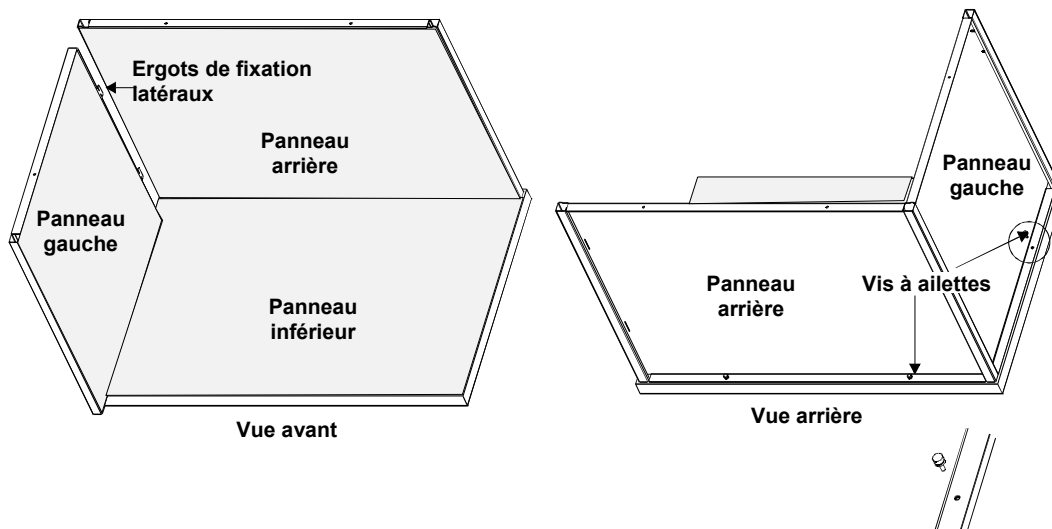

Figure 3. Fixation du panneau gauche aux panneaux arrière et inférieur
5. Tout en maintenant le panneau arrière, insérez les ergots de fixation latéraux du panneau gauche (3) dans le panneau arrière (2). Fixez le panneau gauche au panneau inférieur à l'aide de la vis à ailettes (voir Figure 3).